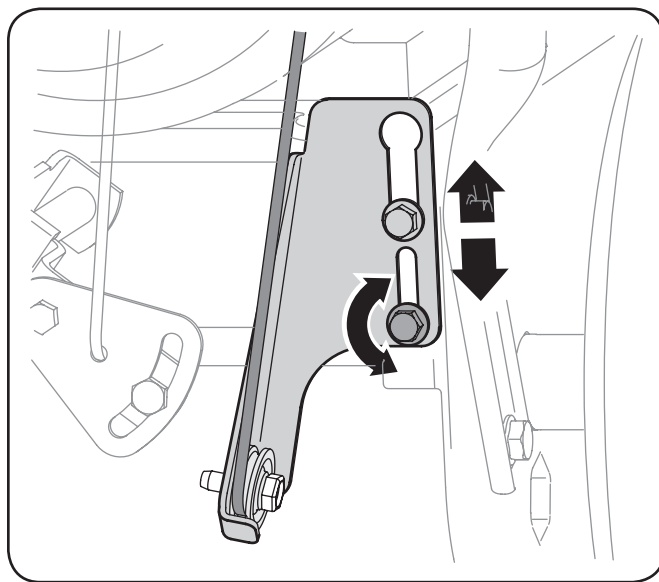

Figura 6-5
2. Afloje la tuerca hexagonal inferior del soporte del cable de la transmisión. Vea la Figura 6-5.